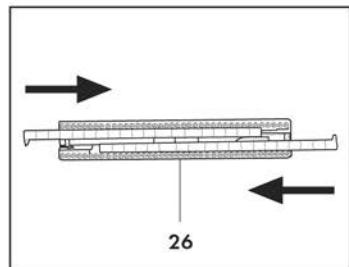

Abb. 10
Zur Montage der Borstenleiste (26) für Teppichböden und Teppiche, die steifen Bürsten mit nach innen gerichteten Löffchen in die dazu bestimmten Führungen schieben (**Abb. 10**).